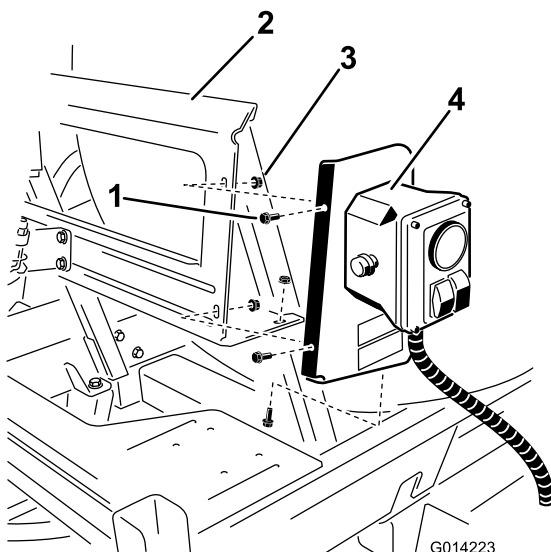

Figura 8
2. Montate il gruppo sulla staffa di montaggio servendovi di 3 bulloni (1/4 x 5/8 poll.) e 3 dadi di bloccaggio (1/4 poll.) come illustrato in Figura 8.